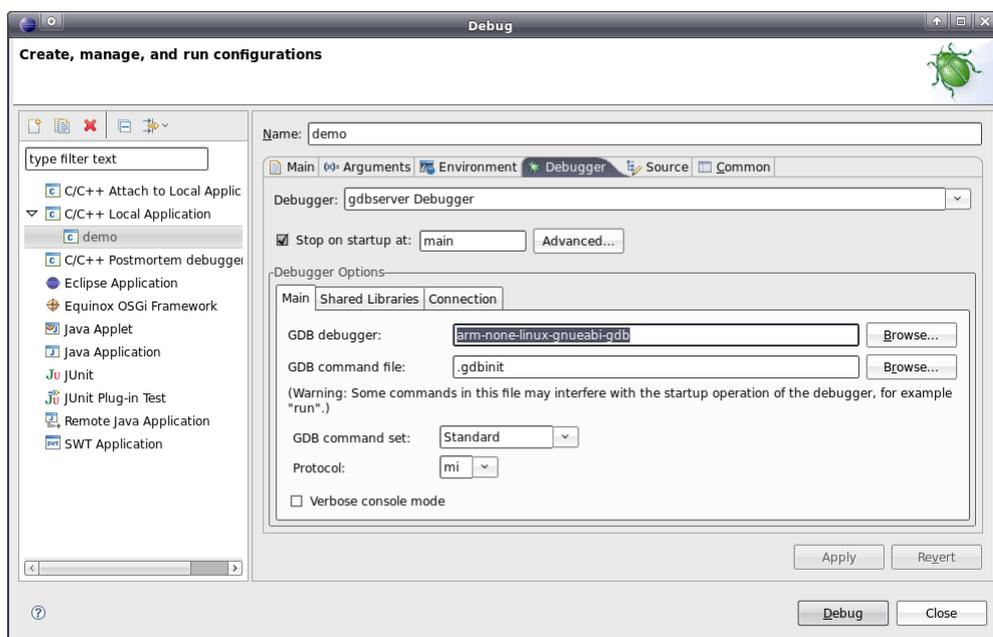

Bild 59: Auswahl des GDB Debuggers
2.2 Auswahl des zu benutzenden GDB Debuggers (siehe Bild 59)